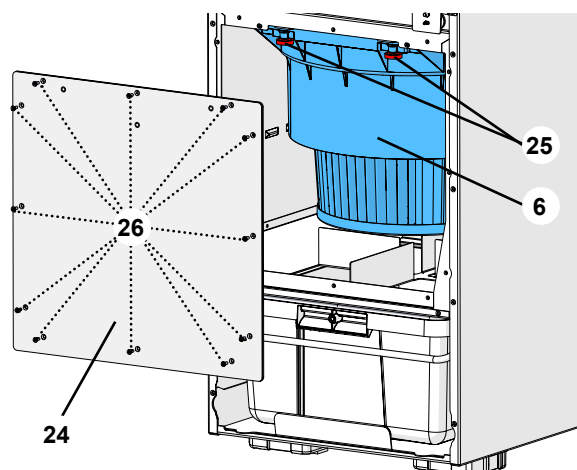

Fig. 25
- ⇒ Colocar la unidad de filtro fino con el canto posterior en los raíles de guiado (27), introducirla por completo y abatirla hacia arriba.
- ⇒ Introducir y apretar los tornillos de sujeción (25, Fig. 25).
Si no se deja colocar la chapa cobertora, no se encuentra introducida por completo la unidad de filtro fino en la carcasa, o la unidad de filtro fino cuelga demasiado hondo, puesto que los tornillos de sujeción (25, Fig. 25) no se encuentran todavía lo bastante apretados.